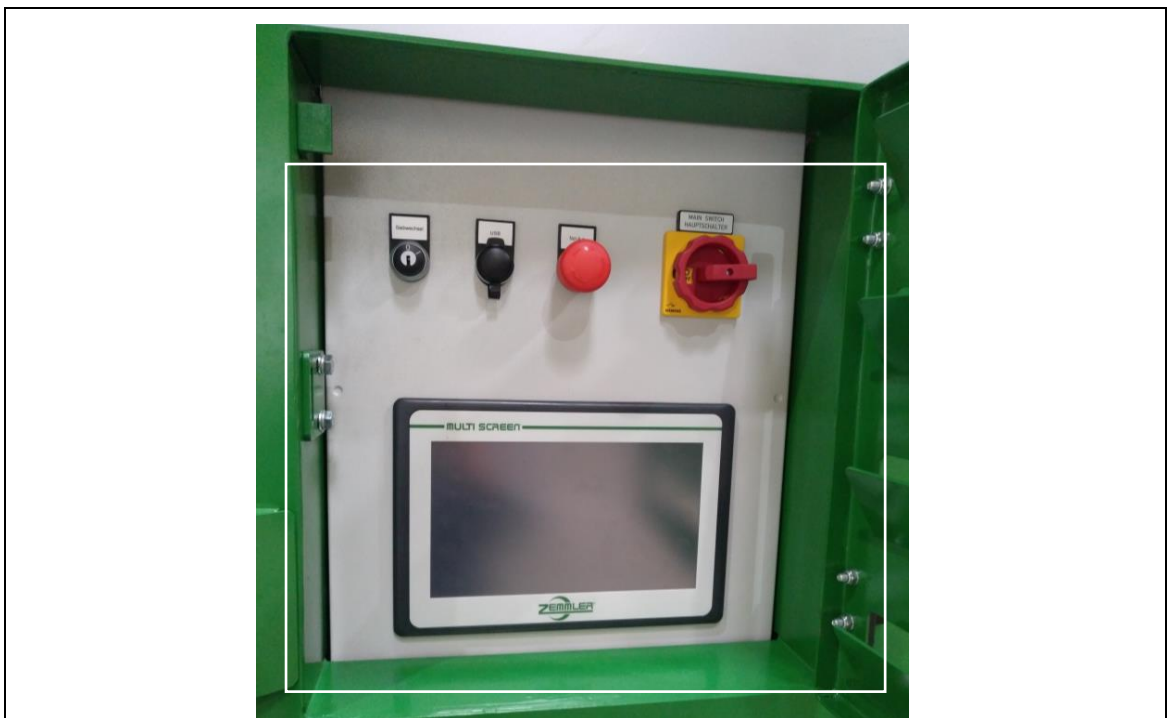

Abb. 8-1: Bedientür geöffnet
1. Prüfen Sie, ob alle Türen geschlossen sind. Öffnen Sie die Bedientür, siehe Abbildung 8-1.
3. Drehen Sie den Hauptschalter von 0 auf 1, Abbildung 8-1